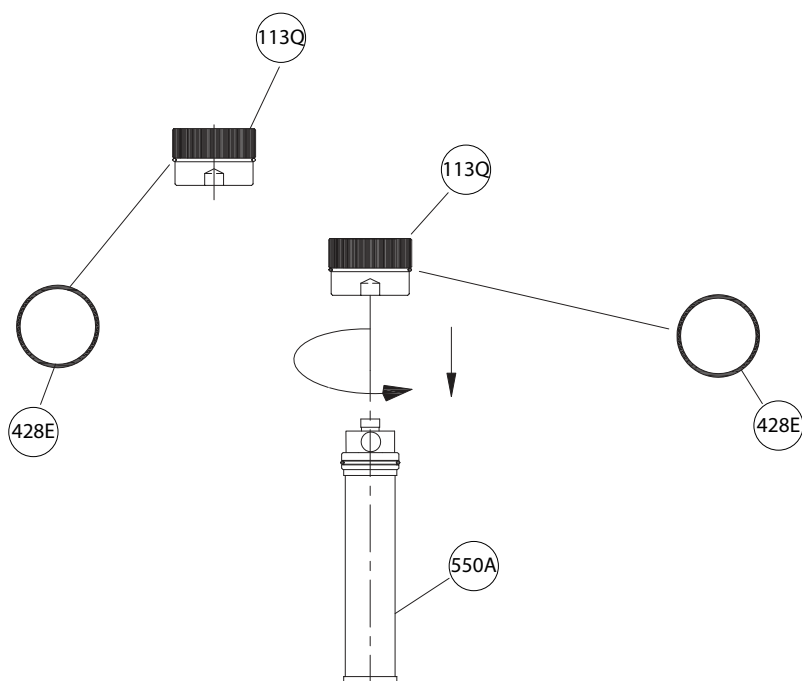

Figura 31: Instalación del filtro nuevo
4. Atornille el nuevo filtro (550A) en el tapón existente (113Q) e instale los juntas tóricas nuevas (428E) al tapón de lado con filtro (113Q) y al tapón de lado sin filtro (113Q). Consulte Figura 31: Instalación del filtro nuevo on page 53.